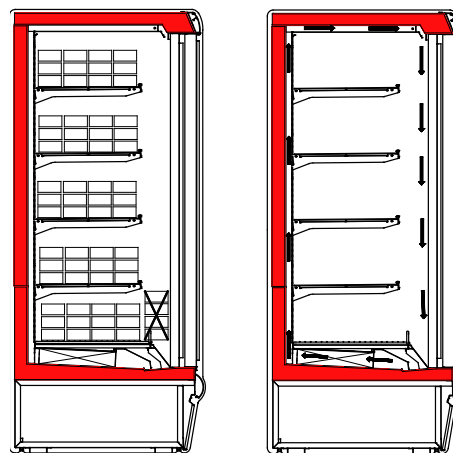

Рис. 14
- Не загромождать отверстия, которые обеспечивают необходимый поток воздуха (Рис. 14)